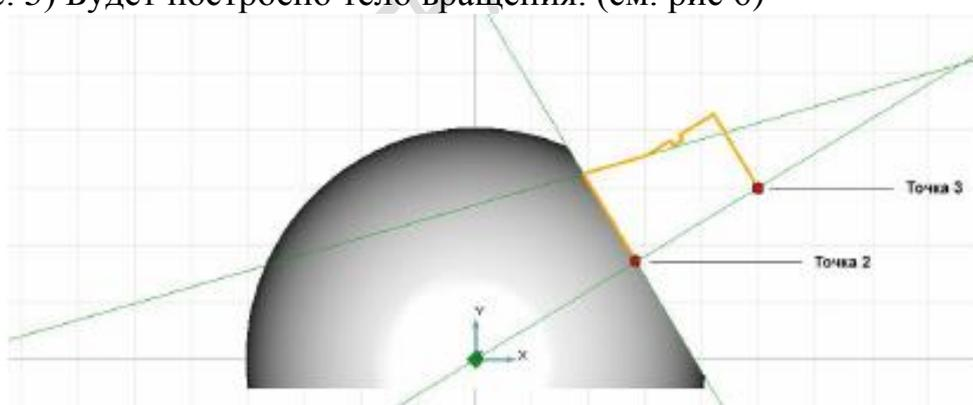

Рисунок 5
- Появится запрос **Точка оси**. Притянитесь курсором к вспомогательной прямой. (см. рис. 5) Будет построено тело вращения. (см. рис 6)